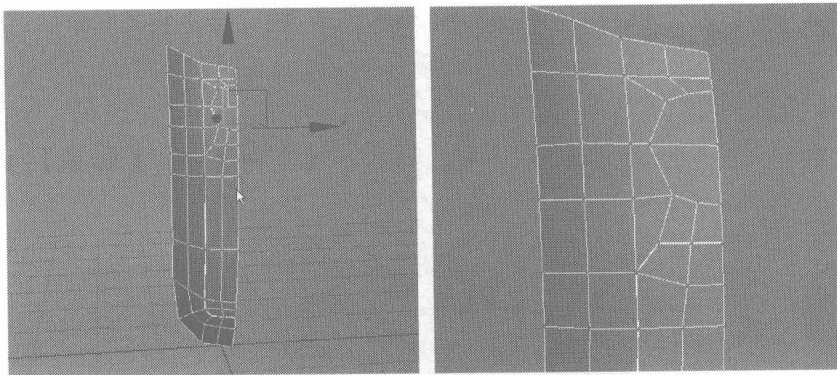

图 3.78
- 11** 根据上述继续调整 MP3 显示屏与按钮部分上的节点，直到满意为止，这里不再赘述，效果如图 3.78 所示。